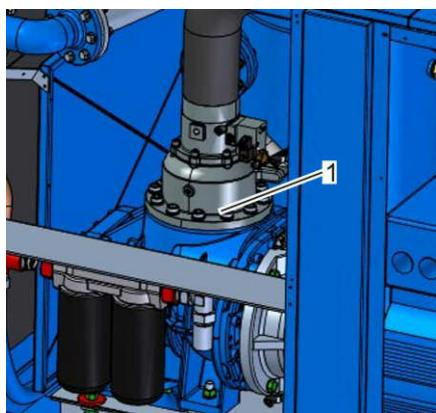

Рис. 32: Крепежные винты регулятора впуска (вариант)
1. Отверните крепежные винты регулятора впуска(Рис. 31/1 или Рис. 32/1).